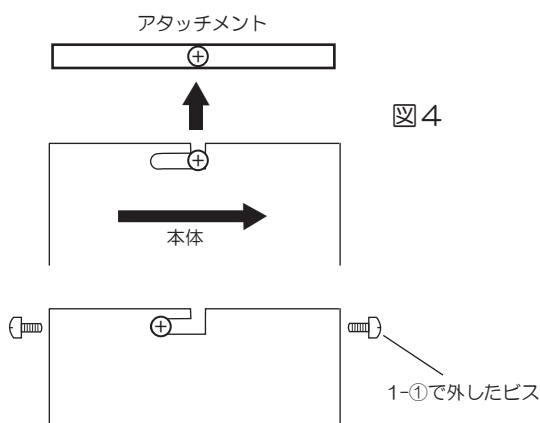

図4
本体を両手でしっかりと支えながら図4のように1-①で緩めておいたアタッチメントのビスに本体2箇所の切り欠き部分を合せながら、本体を回してください。